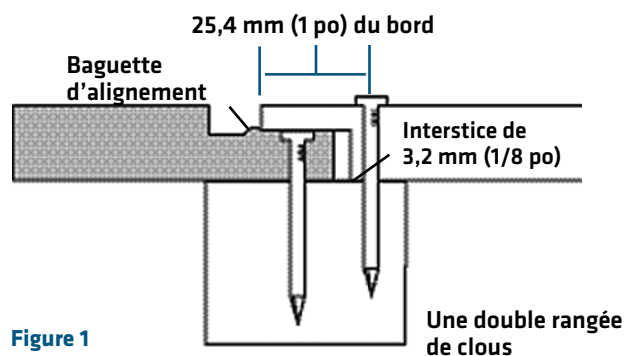
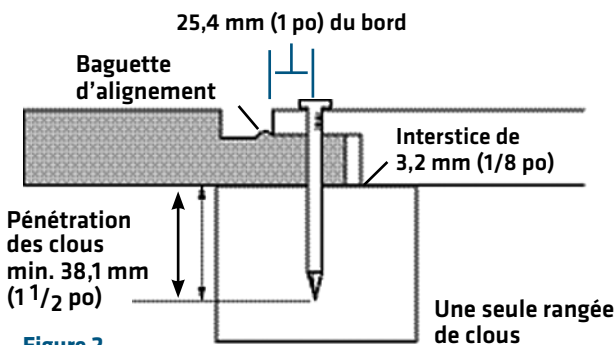

Figure 1
Figure 2
- **NE L'INSTALLEZ PAS PAR-DESSUS LA BAGUETTE D'ALIGNEMENT.** Installez les panneaux légèrement contre le bord de la baguette d'alignement. (Voir figure 1 et figure 2).